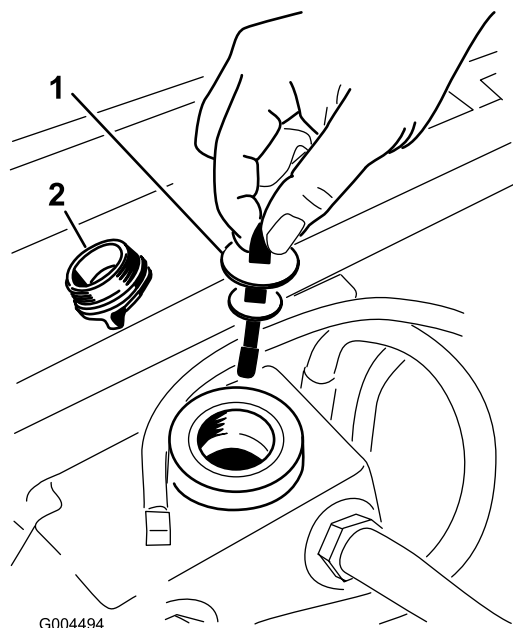

图56
5. 从加油颈上取下液压加油盖图56。
6. 取出量油尺用干净的抹布擦拭图56。
7. 将量油尺放入加油颈然后再取出检查液位图56。